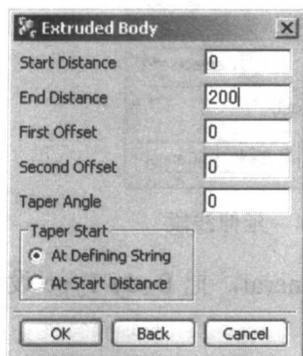
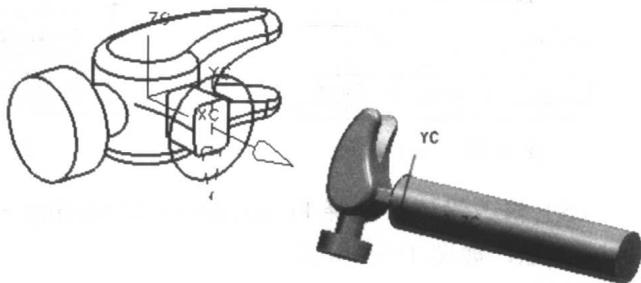

图 1-29 拉伸实体
图 1-30 手柄实体
(2) 利用 **Form Feature**→**Extruded Body** 拉伸生成手柄，并与前面生成的实体做相加布尔运算。拉伸方向及拉伸长度如图 1-29 所示，生成的手柄实体如图 1-30 所示。